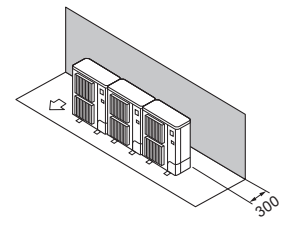

Fig. 2-9
- ① Շրջապատող իրեր, միայն հետևի մասում (Fig. 2-9)